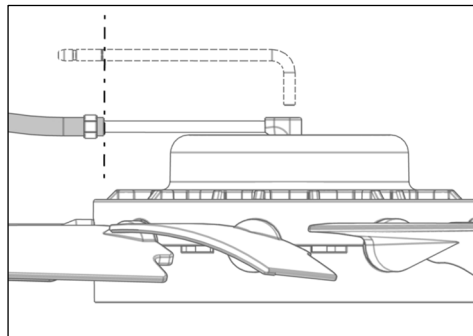

Fig. 18
- 9) Skub trykslangen over luftindtagsrøret op til mærket (25 mm / 0.984") (Fig. 18).